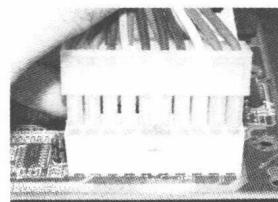

图 1-14 插入主板电源
(8) 主板电源的连接。将计算机电源输出中的主板电源插头，按正确的插入方向插入到主板上的主板电源插座中，如图 1-14 所示。